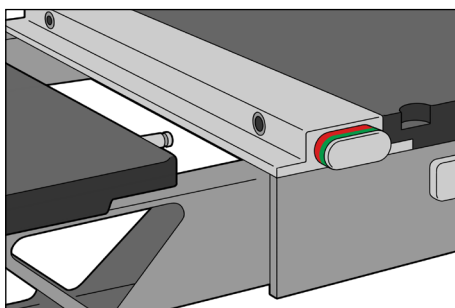

Fig. 1
1. Retirer l'insert kVue. (Fig. 1)